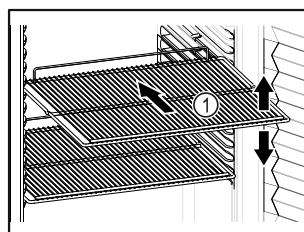

Fig. 71 Eksempelfremstilling
- Hvis oppbevaringshyllene Fig. 71 (1) kan flyttes, juster etter høyden.